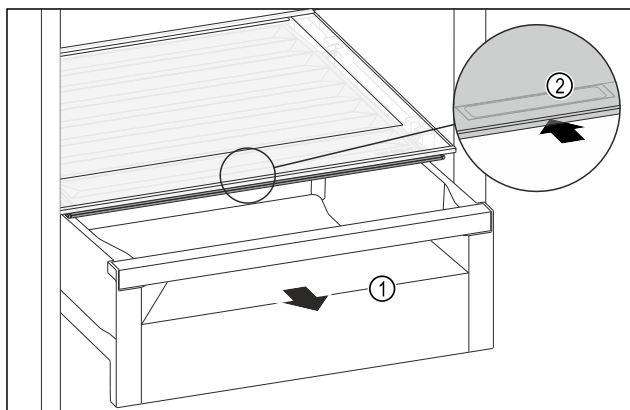

Fig. 111
- ▶ Izvlecite predal Fig. 111 (1).
- ▶ Primite prijemalno vdolbino Fig. 111 (2) na pokrovu predala in pokrov predala istočasno potisnite nazaj.